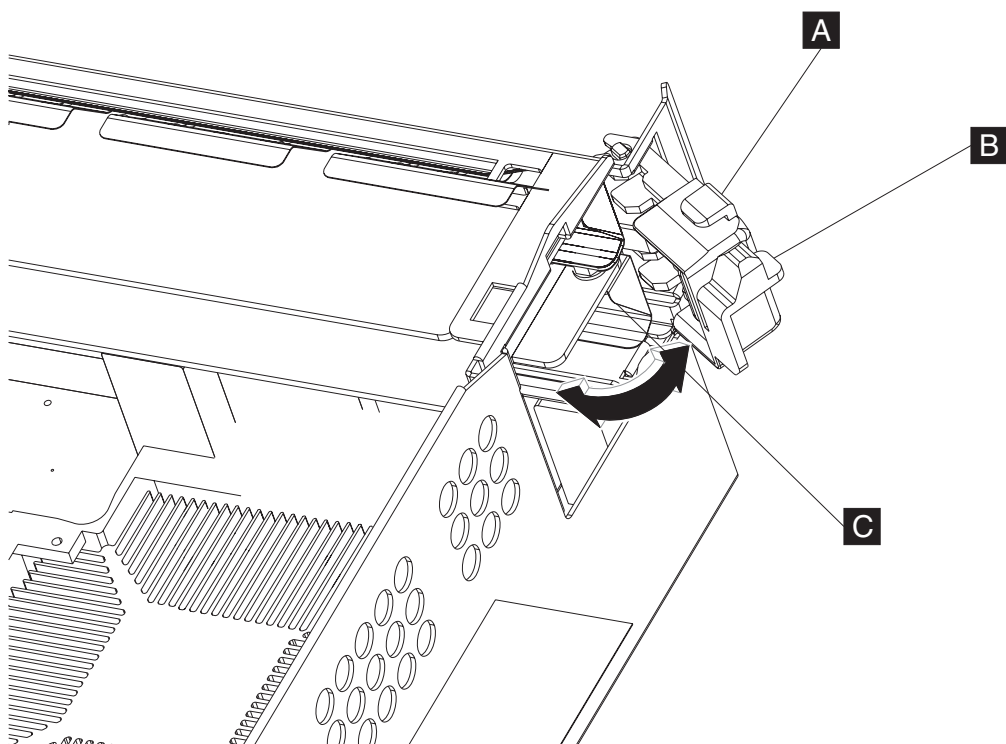

图 24. 打开 I/O 模块插销
3. 将 I/O 模块的锁定卡口 (**B**) 往下按并沿着其铰链逆时针旋转, 以打开 I/O 模块插销 (图 24 中的 **A**)。